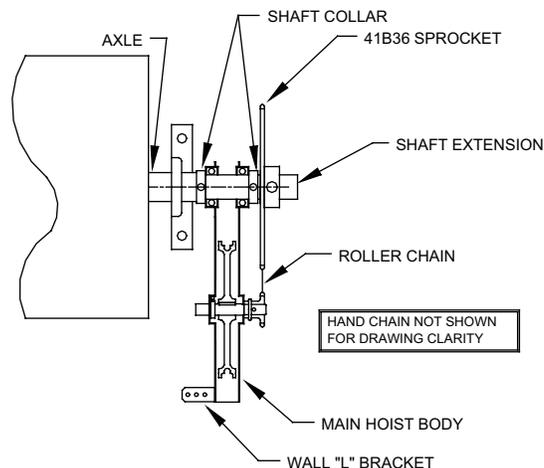

Figura 13
9.3 Operador de acción reducida (Figura 13)